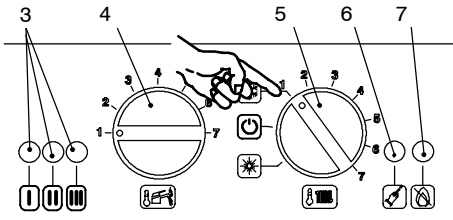

fig. 5.36
- 3 Posizionare il selettore 5 come indicato in fig. 5.36 per uscire dalla programmazione.
7 Posizionare il selettore 5 come indicato in fig. 5.36 per uscire dalla programmazione.